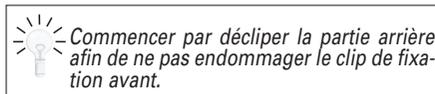

FIG. 28
- la garniture du levier de frein de stationnement (Fig.28).